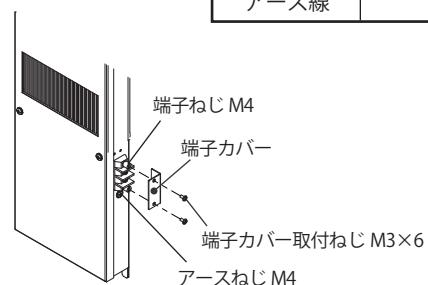

図 10 端子台カバー取付
- 付属の端子カバー取付ねじ M3×6 にて、端子カバーを取付けてください。(図 10)